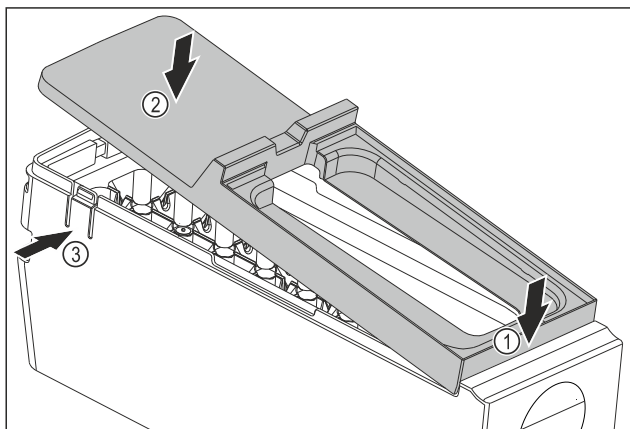

Fig. 147
- Montare la copertura del corpo dell'EasyTwist-Ice: Applicare la copertura sul davanti. Fig. 147 (1)
- Abbassare la copertura sul retro. Fig. 147 (2)
- La copertura si innesta in entrambe le linguette Fig. 147 (3) in modo udibile.